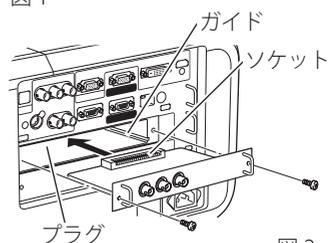

図2
- 3 インターフェースボードをガイドに沿って差し込みます。インターフェースボードのソケットがプロジェクトャー本体奥のプラグに正しく接続されるように、奥までしっかりと差し込んでください。(図2)
- 4 ネジ2本でインターフェースボードを固定します。(図2 参照)